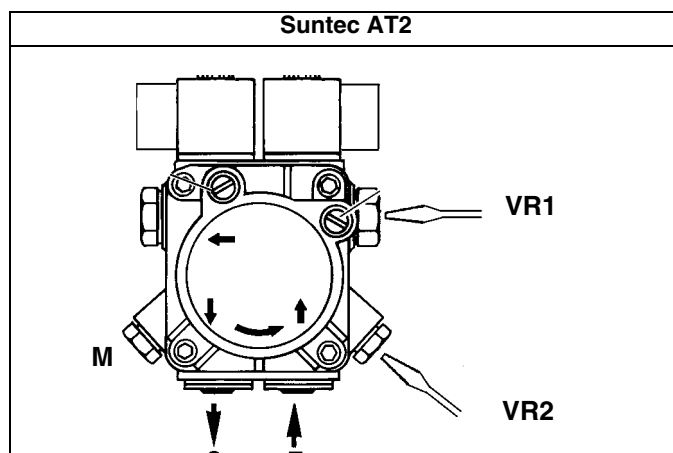

Fig. 17
- 3 purgar el aire de la conexión (**M**) manómetro de la bomba (Fig. 17), aflojando levemente el tapón, sin quitarlo; luego soltar el conector
- 5 despues de la fase de encendido, posicionar el quemador en llama alta tramite el termostato TAB; viene accionado la inserción de la segunda etapa llama alta): regular la presion de la bomba, tramite el tornillo VR2 (Fig. 17), en base al caudal requerido en la llama alta (por ejemplo 24-25 bar), sin superar los 25 bar.